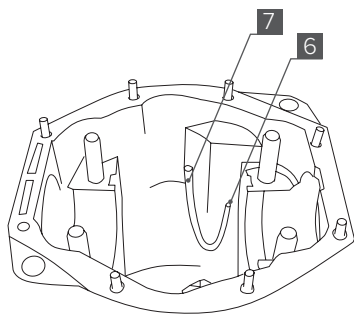

Рис. 11
3. Установите трубку **[7]** в фитинг проходной **[6]** (**рис. 11**).